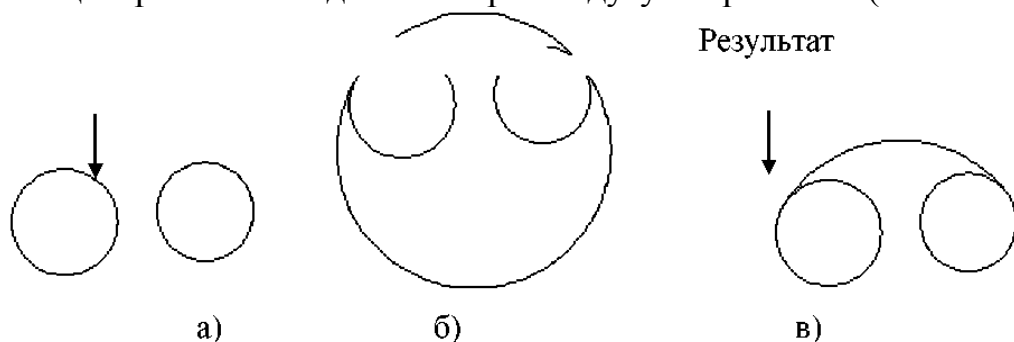

Рисунок 31 – Внутреннее сопряжение окружностей
Исходные данные: Две окружности заданы по их радиусам и координатам центров. Необходимо построить дугу сопряжения (см. **Рис. 31а**).
6. Результат построения будет таким, как показано на **Рис. 31б**.
Окончательный результат показан на **Рис. 31в**.